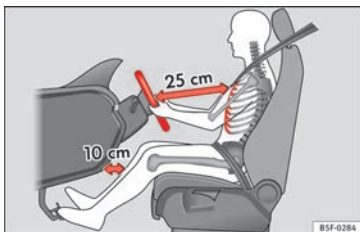

Fig. 46 Distancia correcta entre el conductor y el volante.
- Ajuste el volante de modo que quede una distancia mínima de 25 cm entre el volante y el tórax » **fig. 46.**
- Coloque el asiento del conductor de forma que quede una distancia mínima de 25 cm entre el tórax y el centro del volante » **fig. 46.** Si la distancia es inferior a los 25 cm, el sistema de airbags puede no protegerle correctamente.
- Ajuste el asiento del conductor o el volante de modo que quede una distancia mínima de 25 cm entre el volante y el tórax » **fig. 46**. ¡Si no respeta la distancia mínima, el airbag no le protegerá adecuadamente y corre peligro de muerte!